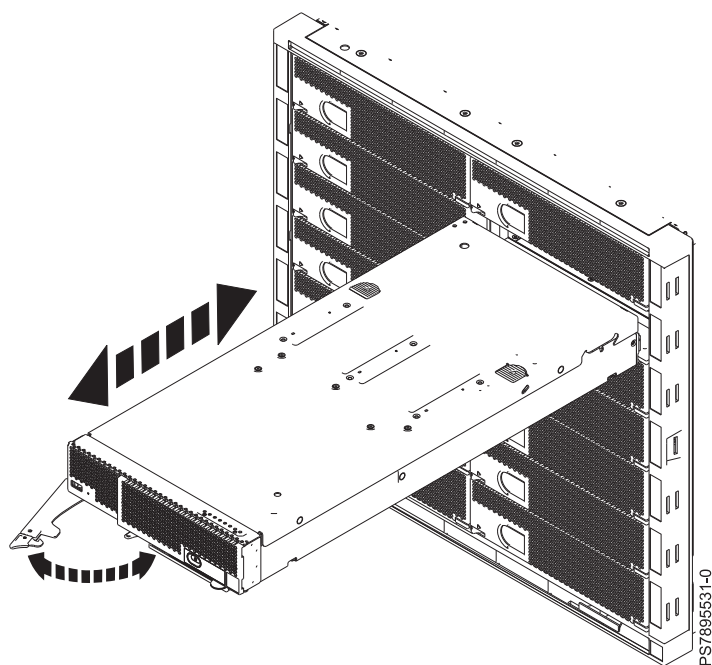

图 8. 从 IBM Flex System Enterprise 机箱 卸下 计算节点
5. 打开释放手柄（如图 8 中所示）。IBM Flex System p260 计算节点具有一个释放手柄。IBM Flex System p460 计算节点 具有两个释放手柄。可将计算节点从托架中移出约 0.6 厘米（0.25 英寸）。